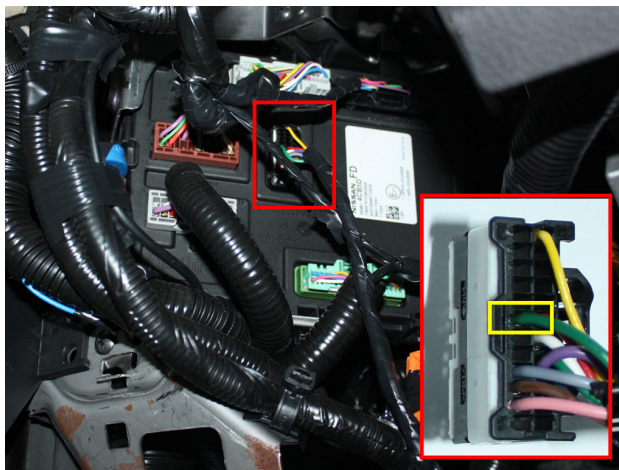

Рис.2 Подключение стартера
2. Осуществите подключение цепей автозапуска. Подключение к автомобилю производится у блока BCM слева от руля (см. рис.2, 3). Подключение цепей возможно как с релейным модулем TEC-4540, так и без него. (см. рис. 4).